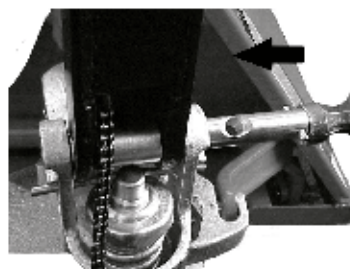

Fig. 6: Inserimento del perno
- Introdurre il timone (1) nel pistone della pompa. Inserire il perno con i fori da destra, usando un martello, per collegare i due gruppi strutturali (fig. 6).